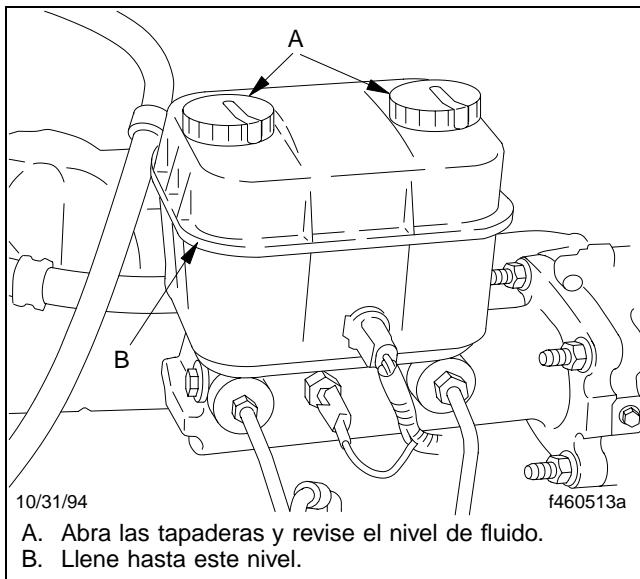

Figura 9.5. Depósito de fluido de los frenos hidráulicos
13. Revise el nivel de fluido en el depósito del fluido para frenos hidráulicos **Figura 9.5**, si así está equipado.